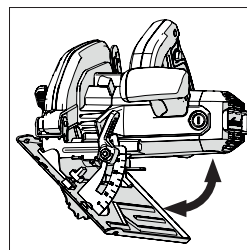

Fig. 14
- Inclinare la lama fino all'angolo desiderato così come indicato sulla scala goniometrica. (Fig. 14)
(14) INDICAZIONI D'UTILIZZO (VERIFICHE PRE-ATTIVAZIONE)